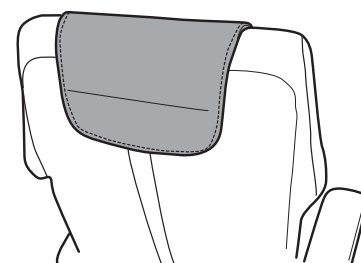

Fig.17
6. Placez l'oreiller nucal à la hauteur souhaitée; un aimant le maintient en place (Fig.17).